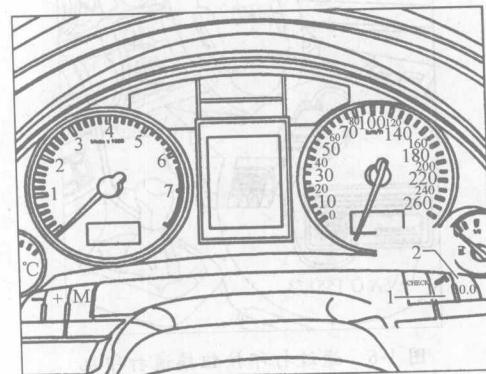

图 1-7 查询到保养期限前剩余的行驶里程数
③ 到保养期限前剩余的行驶里程数，可以通过在中间的显示屏上的菜单中按一下按钮“1”，进行查询，如图 1-7 所示。